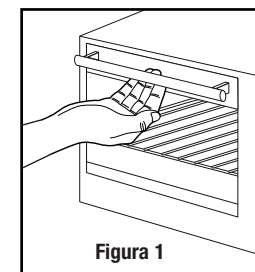

Figura 1
Paso 1. Agarre el centro de la manija con las yemas de los dedos (Ver Figura 1).